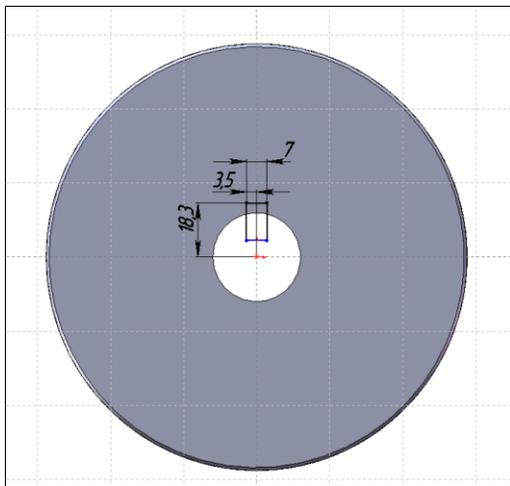

Рис. 2.145
5. Построим шпоночный паз на зубчатом колесе. Для создания эскиза шпоночного паза выберем одну из плоских поверхностей колеса и войдем в эскиз, активизировав кнопку  — **Эскиз** на одноименной панели инструментов. Нарисуем эскиз шпоночного паза (рис. 2.145).